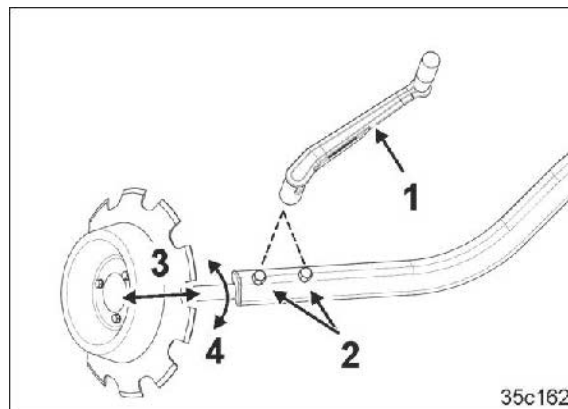

Fig. 135
- spormarkørernes længde (Fig. 135/3)
- spormarkørernes arbejdsintensitet afhængigt af jordtypen (Fig. 135/4).
2. Løsn skruerne (Fig. 135/2) med betjeningsværktøjet (Fig. 135/1).
4. Indstil arbejdsintensiteten ved at dreje (Fig. 135/4) spormarkørakslen, så den står næsten parallelt med kørselsretningen på lette jorde og med mere indgreb på tunge jorde.
5. Spænd skruerne (Fig. 135/2).